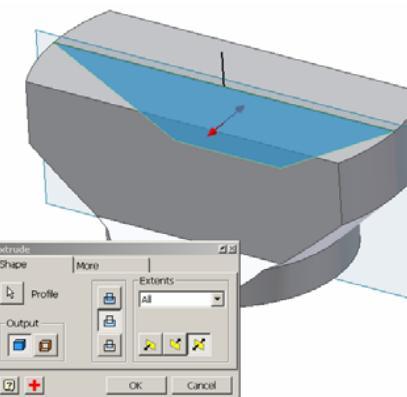

Figura 2.9.16.
- din zona celor trei icoane verticale se va selecta icoana **Cut** cu efectul eliminării din model a volumului extrudat, figura 2.9.16;
- din lista **Extents** se selectează opțiunea **All**, figura 2.9.16;
- din cele trei icoane direcționale, se va selecta icoana corespunzătoare ambelor direcții de extrudare, figura 2.9.16.